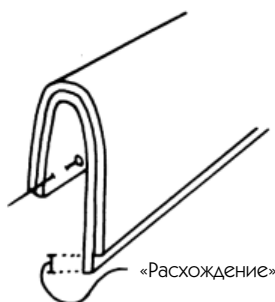

Рис. 164
2. Для определения величины необходимого припуска (что входит в обязанности закройщицы на производстве) выкроите из используемой ткани два одинаковых кусочка. Сколите их с одной стороны, сложите наподобие воротника (рис. 164) и измерьте с другого края образовавшееся расхождение между ними (обычно оно составляет 0,4–1,5 см).